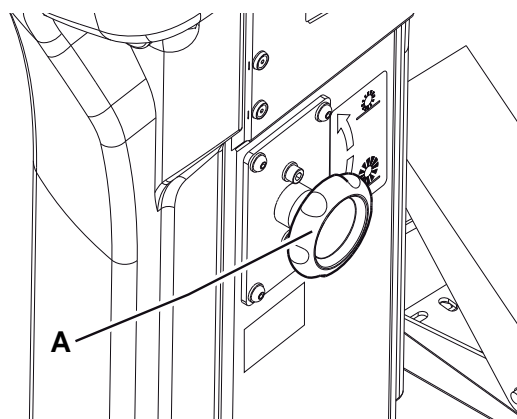

Figure 4
2. Tourner la poignée (A, Fig. 4), en considérant que :
- Pour réduire la largeur de la trace, il faut soulever le balai au moyen du levier (73) et tourner la poignée dans le sens des aiguilles d'une montre.